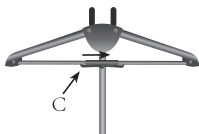

РИС.5
3. Разложите плечики (рис.4) и зафиксируйте их положение, передвигая фиксатор **C** слева направо (рис.5).